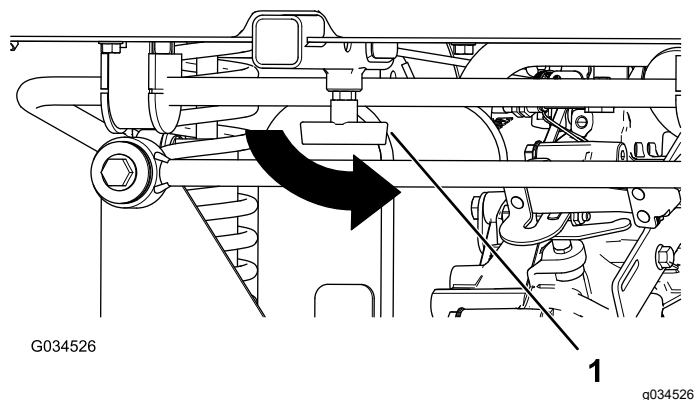

Figura 18
4. Serrate la maniglia a T ruotandola in senso antiorario (**Figura 18**).